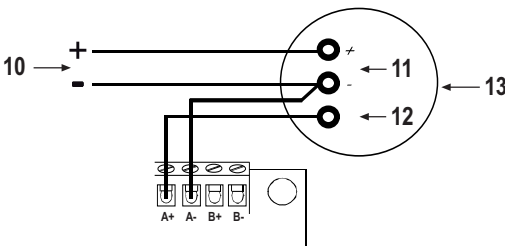

Fig. 6 Anschluss eines stromsenkenden Melders (4-20 mA), nur eine Meldelinie dargestellt.
- 5) Per i Sensori di gas 4-20 mA, la connessione al loop e il collegamento 24 V è mostrato nelle figure 6 e 7. Un sensore al massimo può essere montato su ogni circuito, entrambi i sensori devono essere dello stesso tipo (ad assorbimento o generazione di corrente).